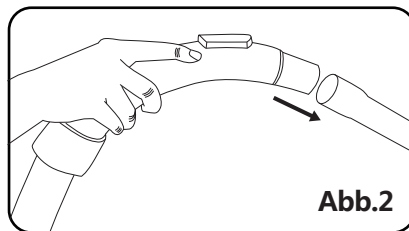

Abb.2
**Abb. 2** zeigt, wie der Schlauch an das Teleskopsaugrohr angeschlossen wird: Nehmen Sie das gebogene Verbindungsende des Schlauchs und stecken Sie es in die größere Öffnung des Saugrohrs.